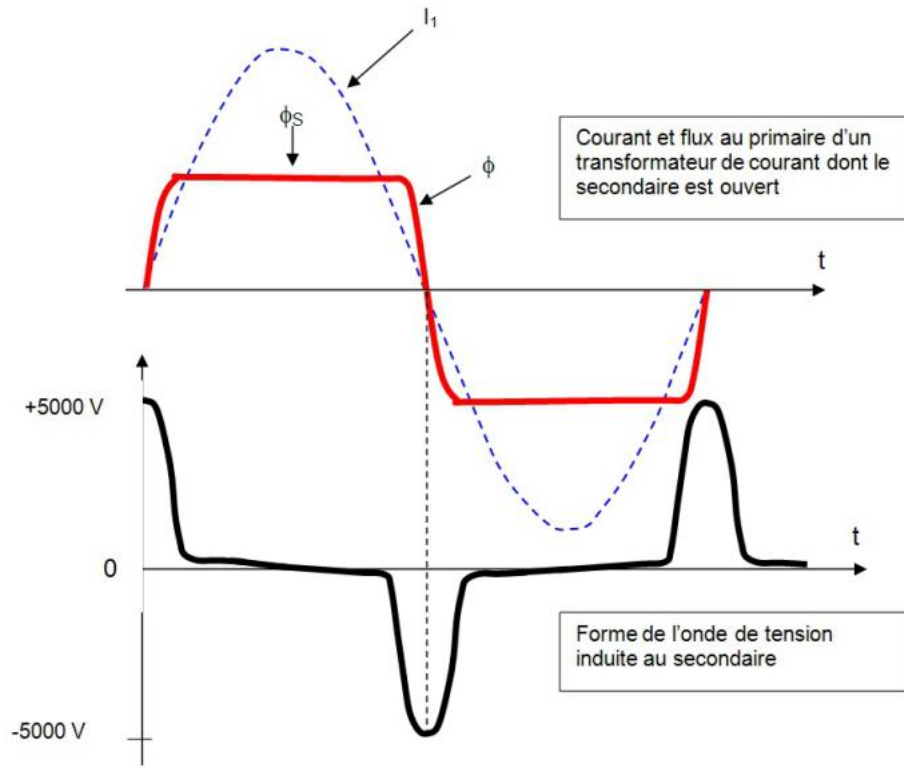

Fig. 26 : Conséquences sur le flux de l'ouverture du secondaire d'un transformateur de courant.
**Remarque :** on ne doit jamais ouvrir le secondaire d'un TI lorsque le primaire est alimenté. S'il est nécessaire de retirer un instrument raccordé au secondaire, il faut auparavant mettre le secondaire en court circuit et ensuite retirer l'instrument, ou encore, ce qui est souvent plus facile à réaliser, c'est mettre le primaire en court circuit (Fig. 26).